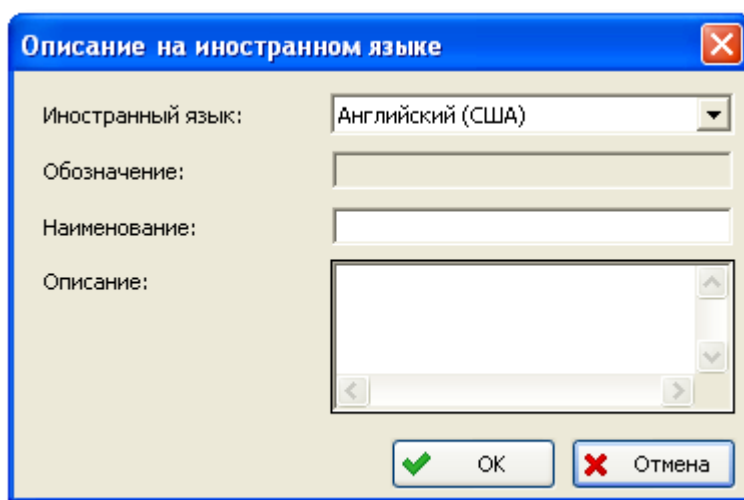

Рис. 4-31
5. Для ввода описания нового раздела на иностранном языке нажмите на кнопку **Описание на иностранных языках**, в появившемся окне **Описание на иностранном языке** введите данные и нажмите на кнопку **ОК** (рис. 4-31).